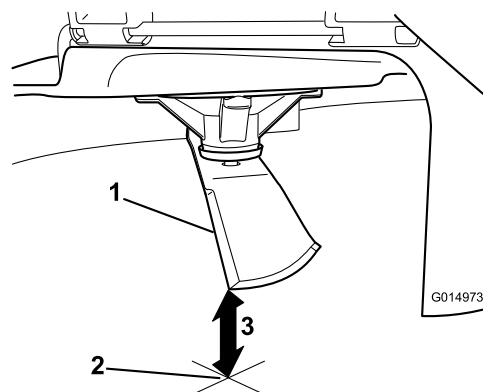

Figura 76
5. Misurate dalla punta della lama alla superficie piana (Figura 76).